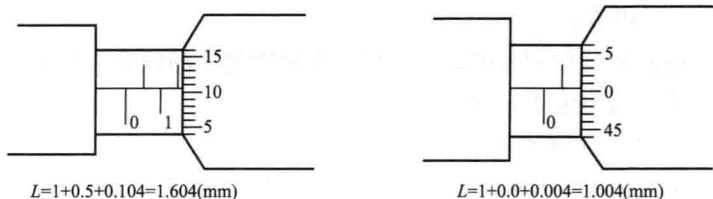

图 1-21 螺旋测微器的读数
(4) 最终读数结果为固定刻度+半刻度+可动刻度，如图 1-21 所示。